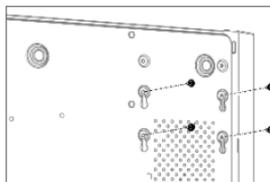

Figure 2-3 Fixar o HDD
Step 3 Faça coincidir as roscas de parafuso do HDD com os furos existentes na parte de baixo do aparelho, e fixe o HDD usando os parafusos. Ver Figure 2-3.